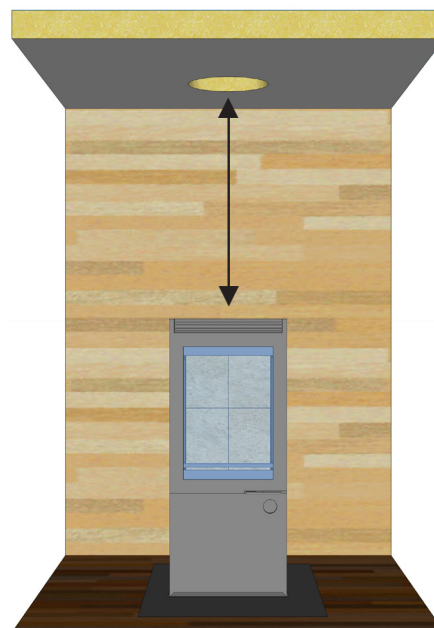

Fig.1
1. Placera ut eldstaden med rätt mått från eventuella brännbara väggar. Ta hänsyn till tilluftskonsollen på kaminens/skorstenens baksida (gäller endast installation med anslutningsalternativ 1). Se Fig.1